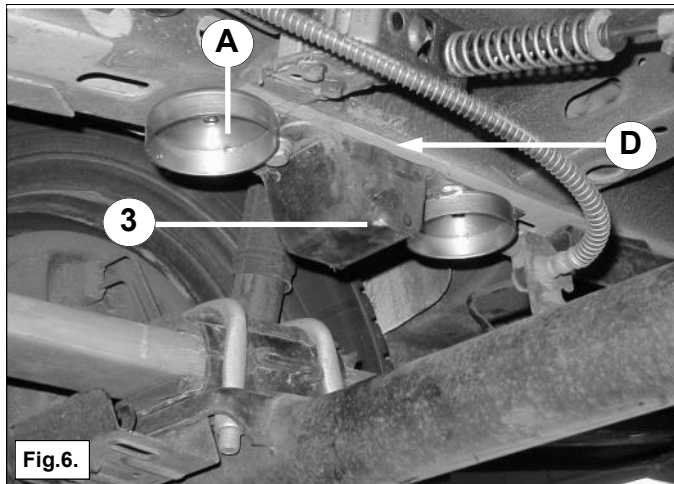

Fig.6.
2. Demonteer de buffer **3**. Zie fig. 6.
2. Dismount the bump stop **3**. See fig. 6.
2. Demontieren Sie den Puffer **3**. Siehe Fig. 6.
2. Démontez le tampon 3. Cf. fig. 6. Montez la plaque de calage D, le support du ressort A et le tampon 3.